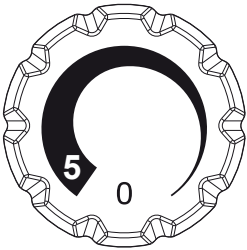

Afb. 8
Het typeplaatje vermeldt de maximum hoeveelheid voedsel die kan ingevroren worden (zie Afb. 8).
(Afbeelding 8)
- Houd de afvoerbuis (Afb. 8) proper in het koelgedeelte om het vrij van water te houden.